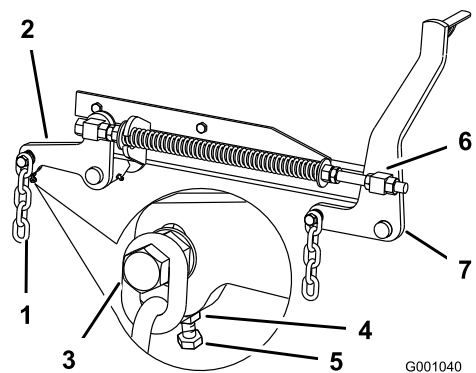

Figura 78
7. Se le misure al punto **B** o **C** non sono esatte, allentate il bullone che monta la catena posteriore al braccio di supporto posteriore (Figura 78).
8. Allentate il controdado sottostante il braccio di supporto posteriore e regolate il bullone di regolazione fino ad ottenere una misura tra 79 e 83 mm (Figura 78).
7. Allentate di 13 mm circa i controdadi delle parti girevoli anteriori destra e sinistra (Figura 78).
8. Regolate i dadi di sollevamento sui lati destro e sinistro della macchina finché la parte anteriore della macchina non risulta più bassa di 6–10 mm davanti, al punto **A**, rispetto alla parte posteriore al punto **B** (Figura 78).